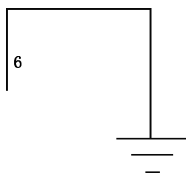

图 15-30 绘制竖直连接线
(7) 单击“默认”选项卡“绘图”面板中的“直线”按钮, 在对象捕捉和正交绘图方式下, 捕捉直线 5 的左端点为起点, 向下绘制长度为 6 的竖直连接线, 如图 15-30 所示, 完成接地线的绘制。